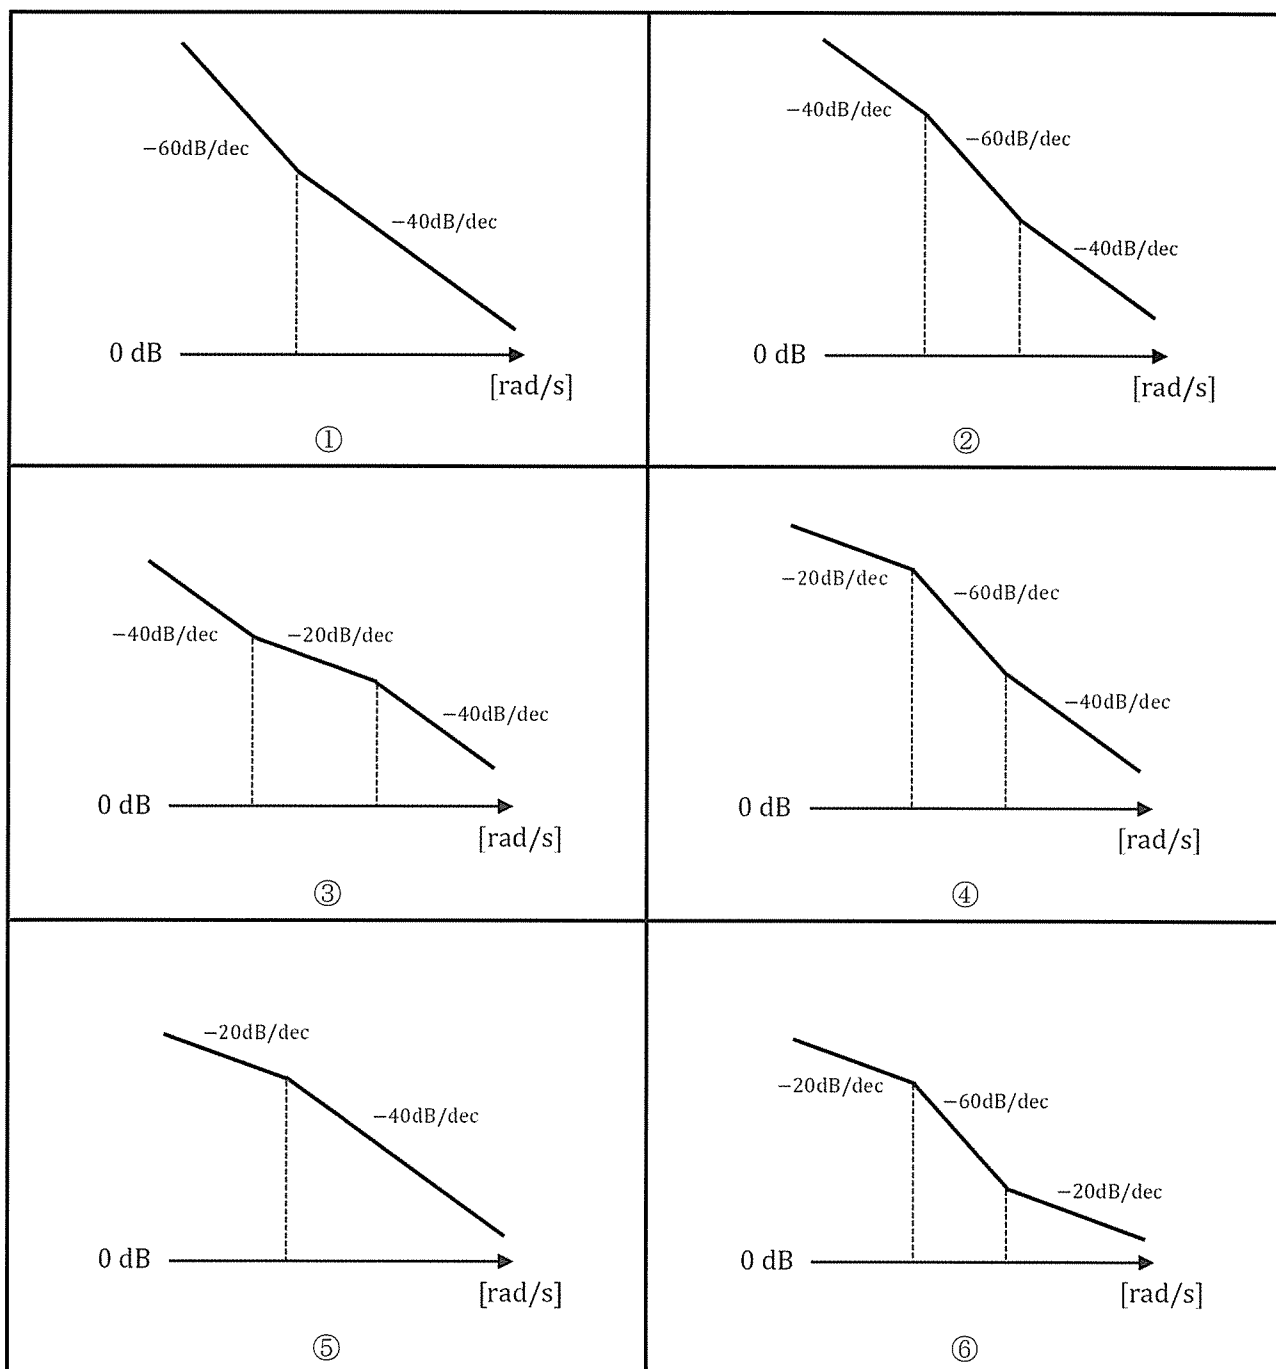

図 2
III 伝達関数 $G(s)$ は、極を3つ、零点を1つ持つとする。ただし、極および零点はすべて非正の実数であり、極零相殺は存在しないものとする。このとき、伝達関数 $G(s)$ のゲイン線図（折れ線近似）として不適当なものを図2の①～⑥から2つ選択せよ。なお、横軸は対数目盛であり、図示されていない折れ点周波数は存在しないものとする。